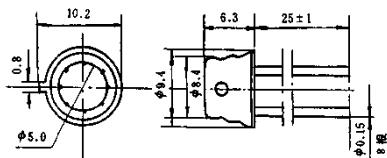
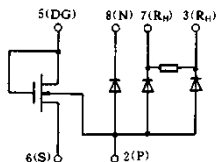
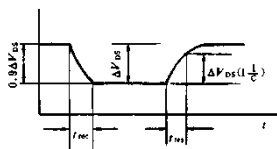

图 6-13 MQ51 型氢气敏元件外形结构图
图 6-14 MQ51 型氢气敏元件电极引出线
图 6-15 氢敏参数定义图
(2) 外形结构及电极引出线; 分别见图 6-13 和图 6-14。
(3) 氢敏参数的定义(见图 6-15): 在标定的氢气浓度中 S、P 短接(参见图 6-14) $I_{DS} = 100 \mu A$ 。响应幅度 ΔV_{DS} 为器件接触氢气前后 V_{DS} 值的变化量; 响应时间 T_{res} 为器件从接触氢气开始 V_{DS} 下降 ΔV_{DS} 的 90% 所需的时间; 恢复时间 T_{rec} 为器件从脱离氢气开始 V_{DS} 上升 ΔV_{DS} 的 $(1 - \frac{1}{e})$ 所需的时间。